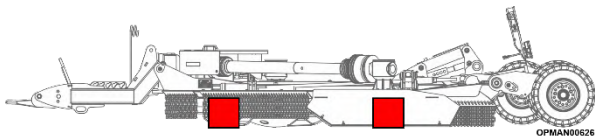

Figure 5.59
5.6.2.4 Soutenez complètement le plateau central et les ailes de la tondeuse rotative avec des supports fixes ou des cales solides ; voir la Figure 5.59.